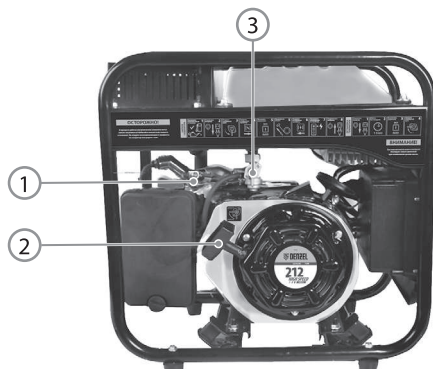

Рис. 7
7. Переведите топливный кран 3 (рис. 7) в положение «Открыто».
8. Переведите рычаг воздушной заслонки 1 (рис. 7) в положение «Закрыто».
10. Медленно вытащите шнур ручного стартера 2 (рис. 7) до появления сопротивления, а затем быстрым рывком потяните его.
11. Дайте двигателю поработать в течение 3–5 минут, чтобы прогреть его. По мере прогрева двигателя постепенно передвиньте рычаг воздушной заслонки 1 в положение «Открыто» (рис. 7).